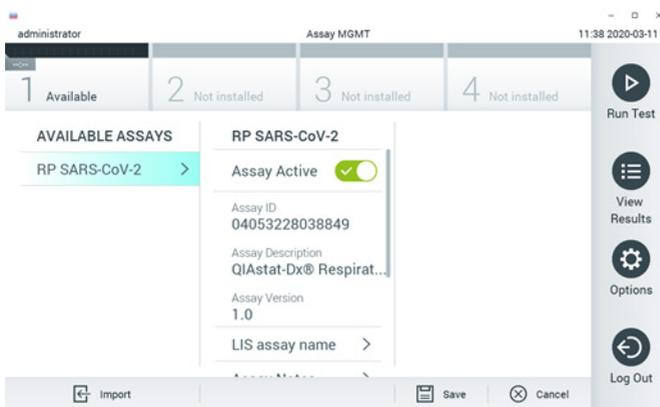

Figura 37. Activación del ensayo.
7. El ensayo quedará activo al pulsar el botón Assay Active (Ensayo activo) (figura 37).